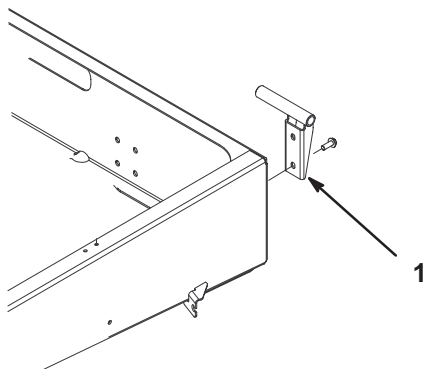

Figura 8
2. Monte el soporte del pivote de la izquierda en la esquina izquierda trasera del bastidor con dos tornillos de arandela prensada (3/8 x 1 pulgada). Coloque el soporte tal y como muestra la Figura 8.